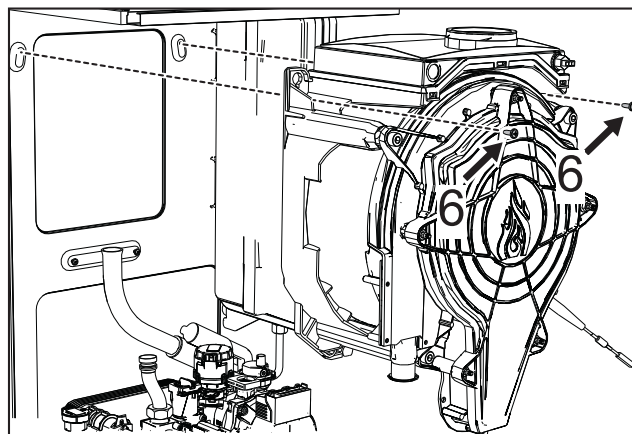

Abb. 49
- Die 2 **oberen Schrauben "6"**, mit denen der Wärmetauscher am Rahmen befestigt ist, entfernen (abb. 49)